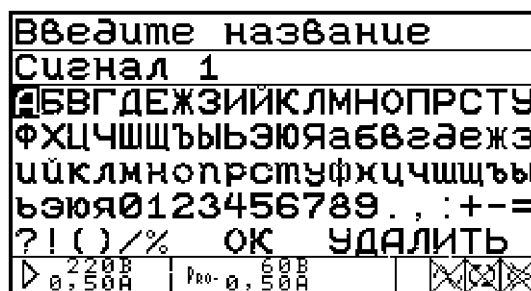

Рисунок 4.30 - Ввод названия сигнала
- Если был выбран пункт «Сохранить сигнал», то на экране отображается экранная клавиатура для ввода названия сохраняемого сигнала (рисунок 4.30).